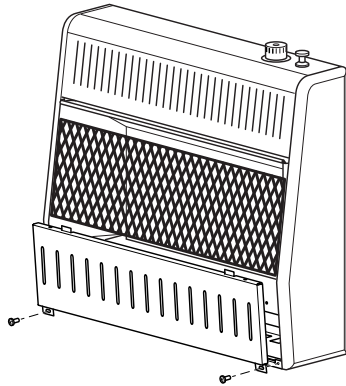

Figura 6 - Desmontaje del panel anterior del calentador
2. Tire hacia abajo del avance de panel frontal inferior y, a continuación, abajo (consulta la figura 6).